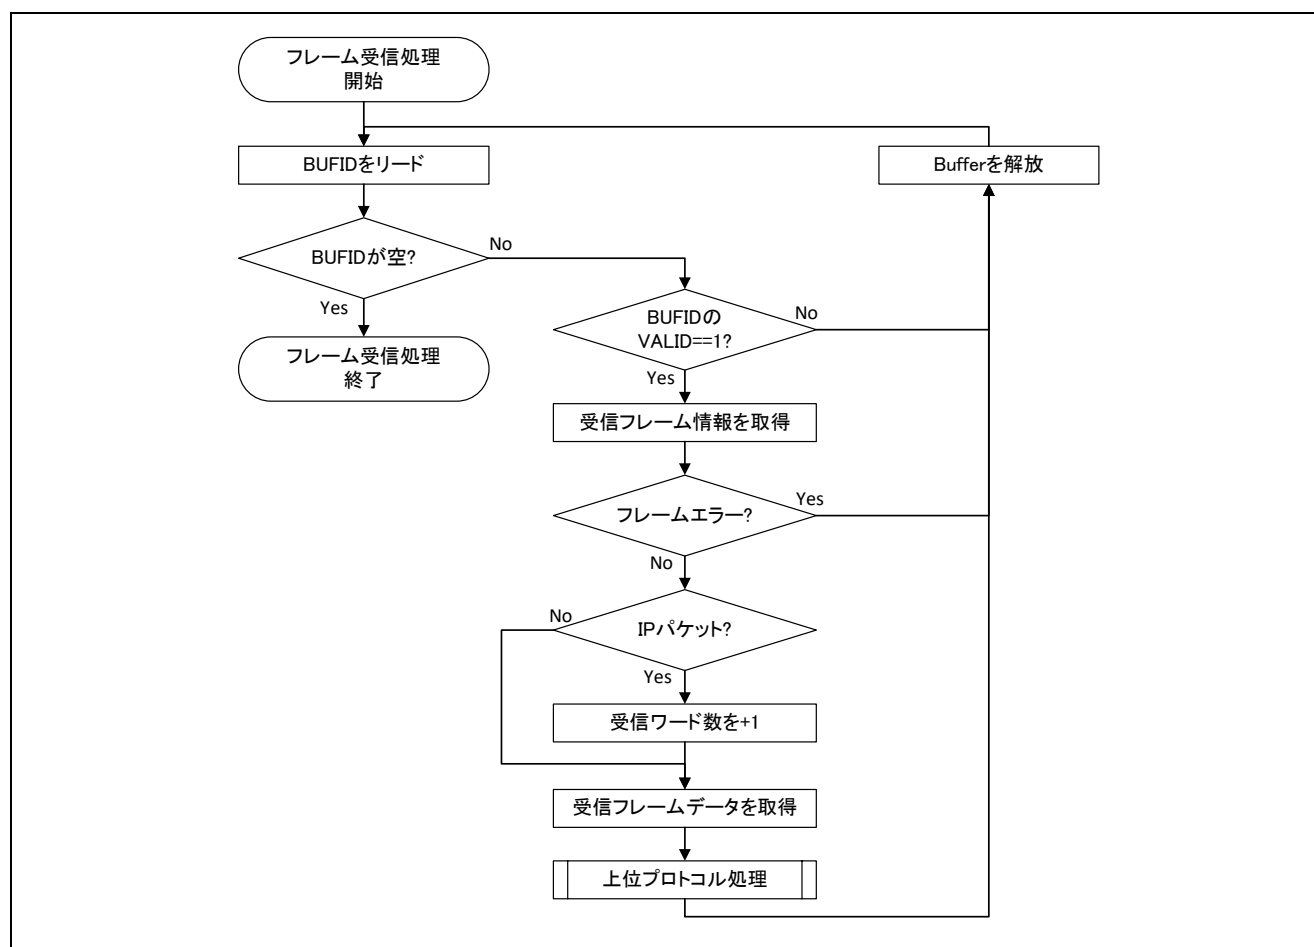

図12.32 受信処理例
- ① 受信TCP/IPアクセラレータ機能を無効にしてください。具体的には、GMAC_ACCレジスタのbit0をクリア、またはbit2をセットしてください。
- ② データを欠損させないために、IPパケットの場合は受信ワード数を1ワード加算して、上位のスタックに引き渡して処理を実施してください。また、上位スタックでは、IPヘッダのTotal lengthを元にIPパケットのペイロードを取得し、それ以降のデータは破棄してください。受信処理のフローチャート例を図12.32に示します。